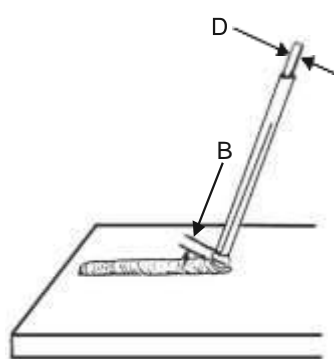

Fig. 2
**1.- Arco Normal (Fig. 2).** Que es cuando la distancia "B" es igual al diámetro (D) del electrodo. Esta distancia de arco es muy aparente para los operarios con poca experiencia o que recién se inician en la soldadura.